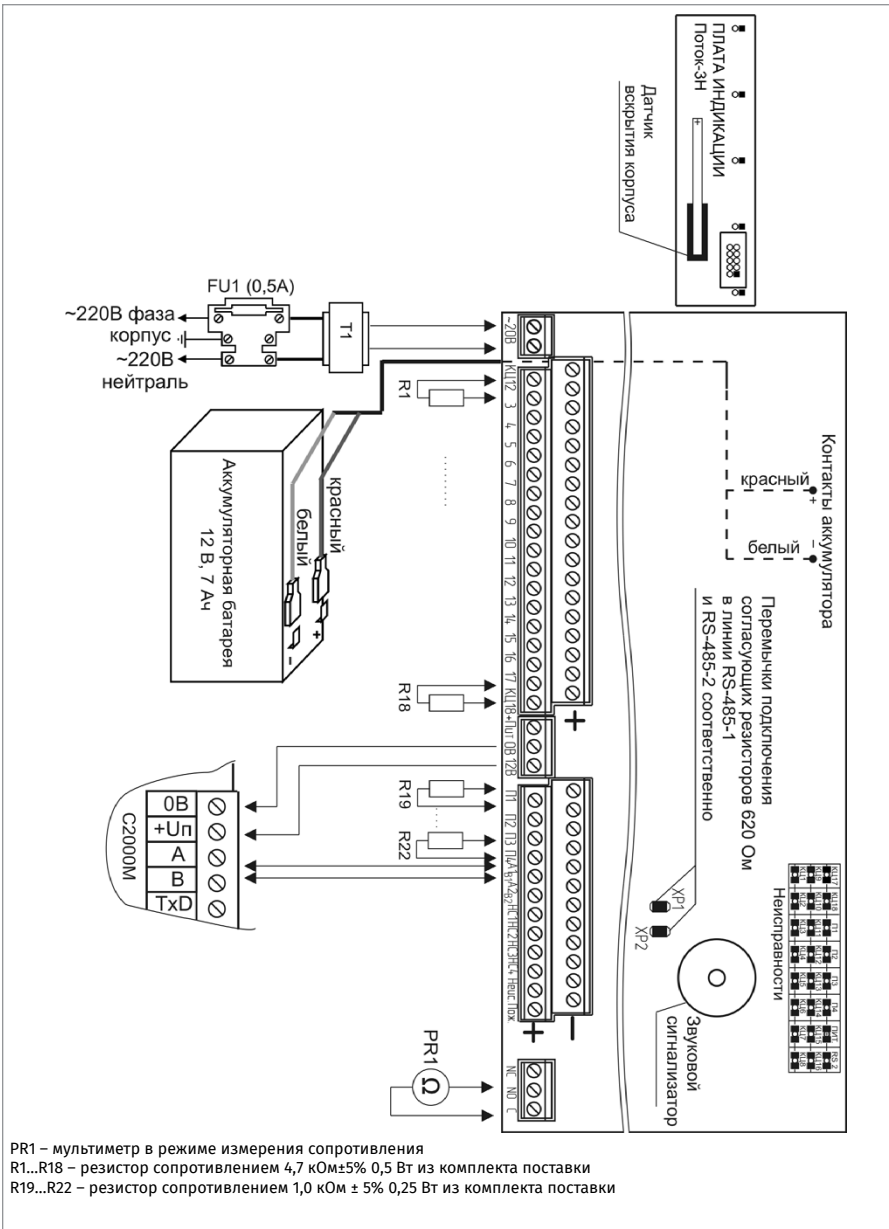

Рисунок 5. Схема подключения блока Поток-ЗН при общей проверке
2.3. Подключите блок по схеме, приведенной на Рисунок 5.